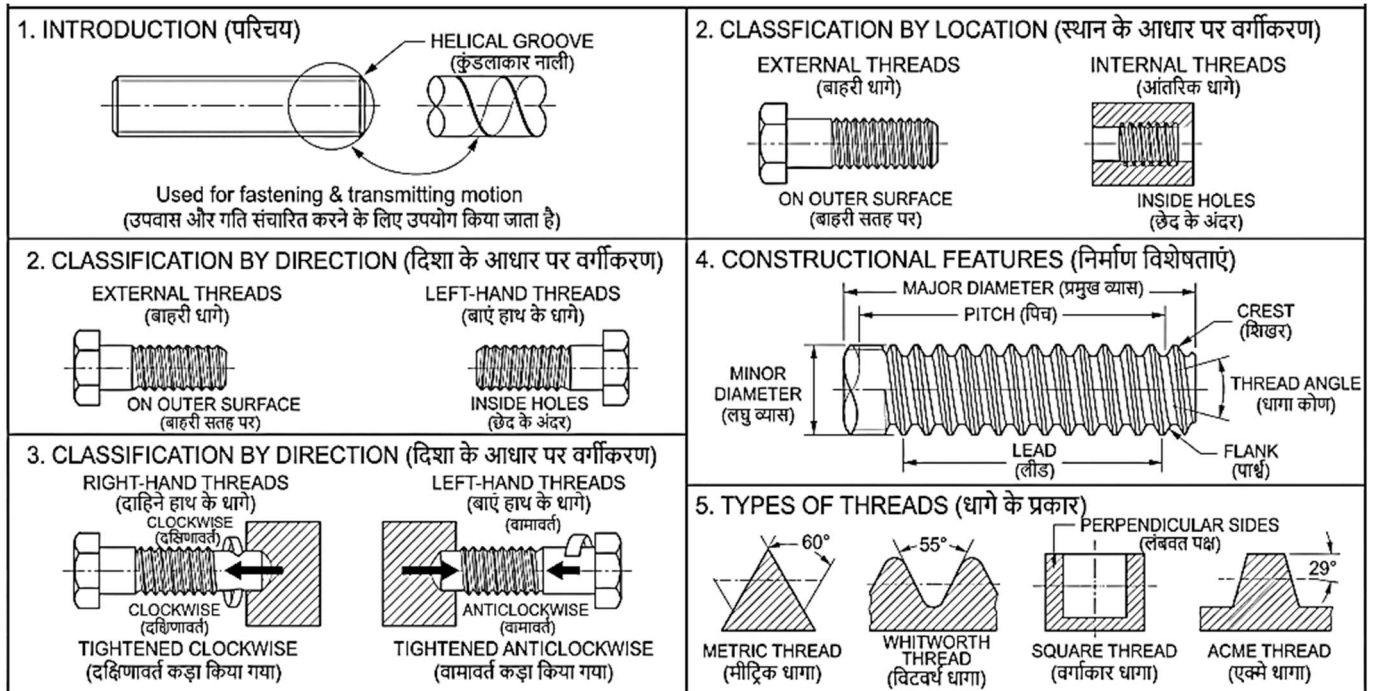

Fig. 7.1: Thread Classification, Constructional Features and Types of Threads | थ्रेड का वर्गीकरण, निर्माण संबंधी विशेषताएँ एवं थ्रेड के प्रकार
7.1.1 Introduction (Fig.7.1)
7.1.1 परिचय (Fig.7.1)